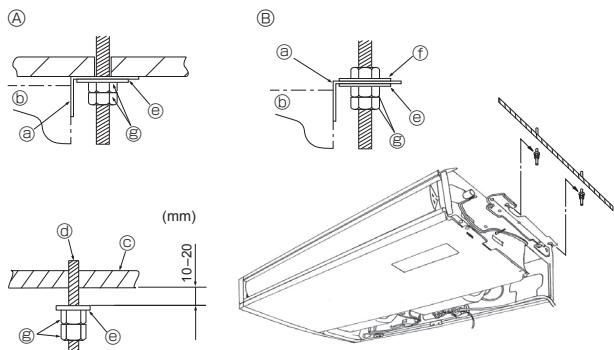

Fig. 3-5
- ② Εάν προσπαθήσετε ν' ανοίξετε βιαίως τις γρίλιες εισαγωγής αέρα ή τις ανοίξετε σε γωνία μεγαλύτερη των 120° ενδεχομένως να προκαλέσετε ζημιά στους μεντεσέδες.
3.3. Εγκατάσταση εσωτερικής μονάδας (Fig. 3-5)